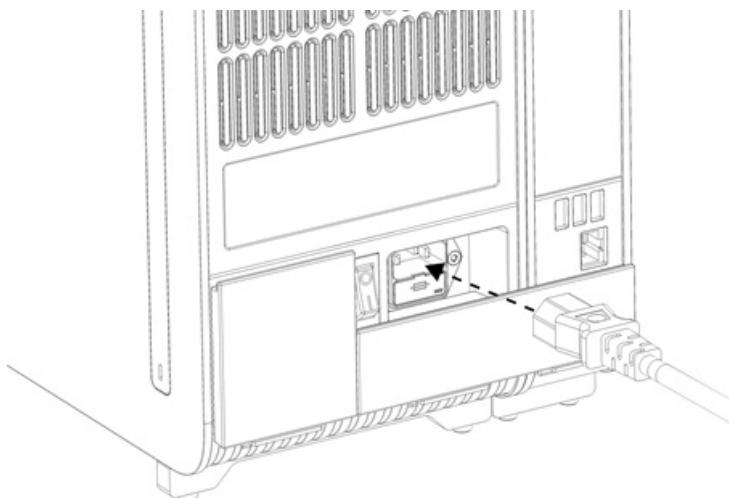

Figura 20. Collegamento del cavo di alimentazione.
8. Collegare il cavo di alimentazione fornito con il QIAstat-Dx Analyzer 2.0 sul retro del modulo analitico originale (Figura 20).